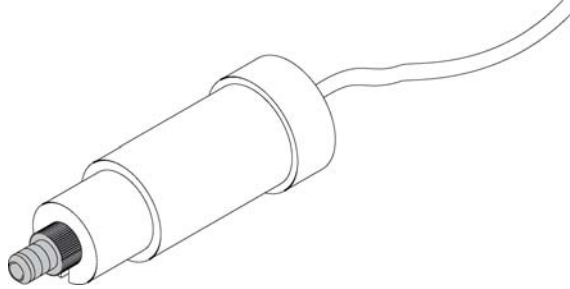

图 7 安装工具
- 5 将瓶盖部件的溶剂管连接到微量真空脱气机的进口接头 A 至 D 上（通常是在连接通道的上方）。使用第 23 页的图 7 所示的安装工具固定管螺丝。用微量真空脱气器上的锁定夹将管固定住。
- 6 将出口管连接到微量真空脱气机的出口上（通常是在连接通道的下方）。使用第 23 页的图 7 所示的安装工具固定管螺丝。